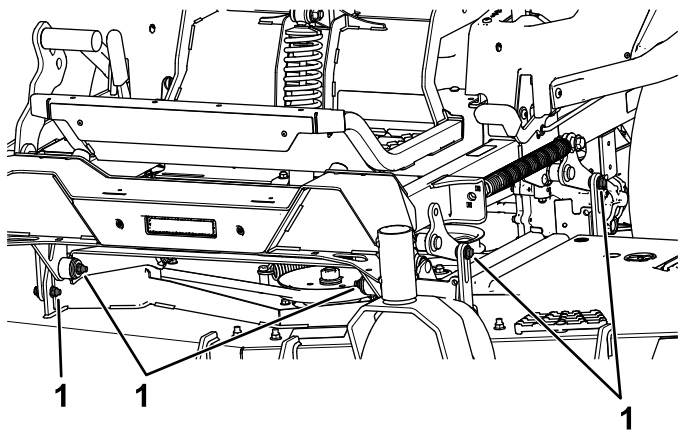

Bild 90
7. Entfernen und bewahren Sie die Schrauben und Muttern an beiden Seiten der Maschine auf (Bild 90).